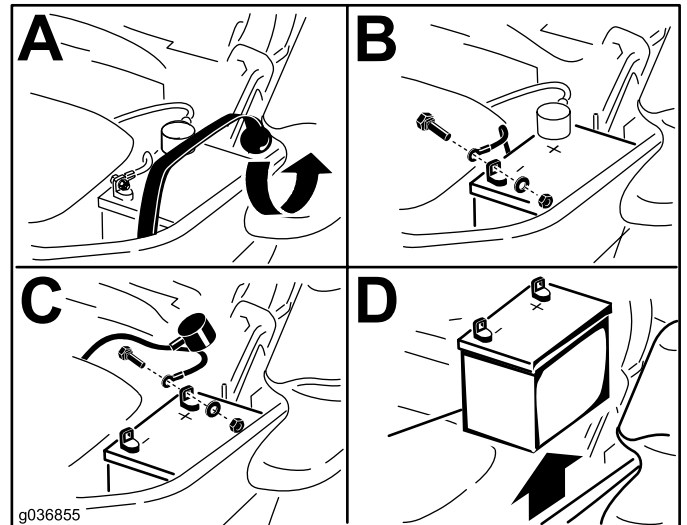

Figura 74
3. Desconecte el cable negativo (negro) de la batería del borne negativo (-) de la batería (Figura 74).
4. Retire la cubierta de goma roja del borne positivo (rojo) de la batería y retire el cable positivo (+) (Figura 74).
5. Retire la correa de goma (Figura 74).
1. Coloque la batería en la bandeja, con los bornes frente al depósito de aceite hidráulico (Figura 74).
4. Fije los cables con 2 pernos, 2 arandelas, y 2 contratuercas (Figura 74).
6. Fije la batería con la correa de goma (Figura 74).